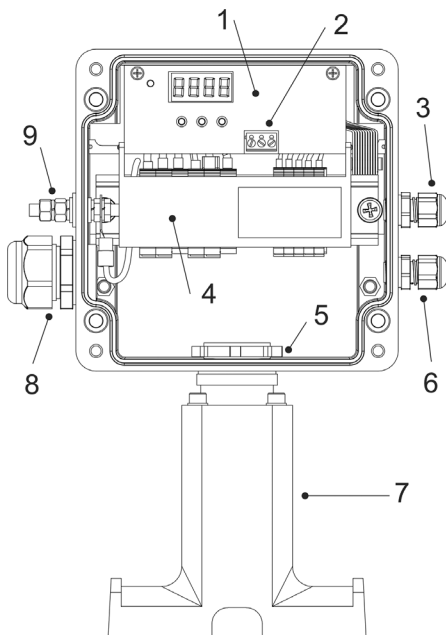
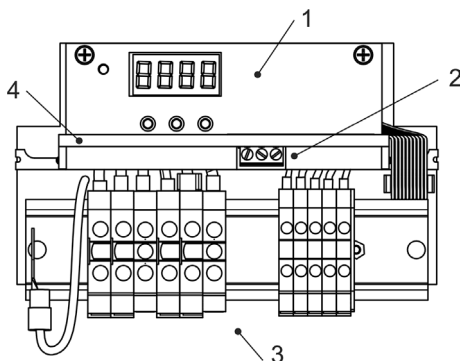
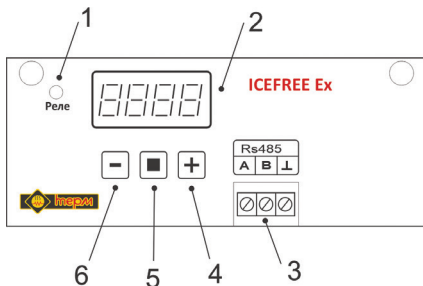
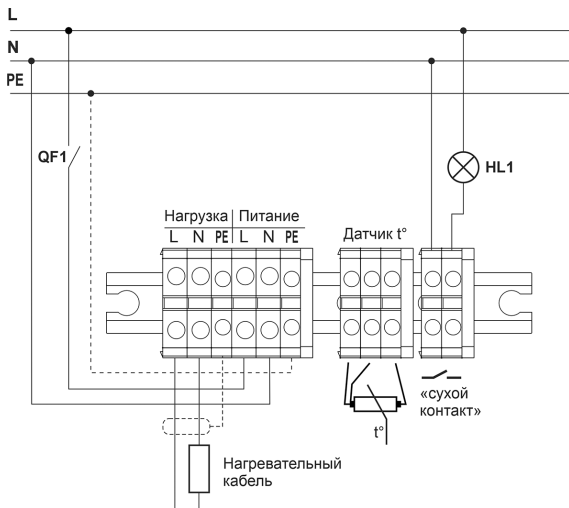

Рисунок 1. Устройство термостата ICEFREE-Ex (МН)
Рисунок 2. Блок управления термостатом ICEFREE-Ex (МН)
Рисунок 3. Панель индикации и управления термостатом ICEFREE-Ex (МН)
Рисунок 5. Схема подключения ICEFREE-Ex (МН)
На рисунке 1 приведено назначение органов управления и разъёмов термостата ICEFREE-Ex (МН). Кабельные вводы для подключения силовых и сигнальных проводов расположены под откидной крышкой панели управления (поз. 4 на рис. 1). Более подробно эта часть прибора – блок управления – показана на рис. 2
Кнопки на панели индикации и управления (поз. 1 на рис. 1 и 2) предназначены для управления термостатом, а светодиод и 4-значный 7-сегментный индикатор – для отображения его состояния. Их назначение показано на рисунке 3.
Группа клеммников «сухой контакт» – это сигнальный выход термостата ICFREE-Ex (MH) для удалённого контроля состояния прибора. Описание сигналов этого выхода приведено в главе 8.1. Электротехнически «сухой контакт» представляет из себя нормально разомкнутый контакт электромагнитного реле с характеристиками, указанными в главе 2. Этот контакт реле ни к чему не подключён внутри термостата – его нужно использовать, как замыкатель сигнальной цепи с индикаторной лампой (см. рис. 5), или как замыкатель сигнальной цепи входного сигнала измерительного или контрольного оборудования.
На рис. 5 приведена полная схема подключения ICEFREE-Ex (МН). Подключение проводов осуществляется к клеммникам на клеммной колодке внутри корпуса прибора (см. гл. 5.2, а также поз. 3 на рис. 2).
HL1 на рис. 5 – это индикаторная лампа для удалённого контроля состояния прибора.
По состоянию индикатора «Реле» (поз. 1 на рис. 3) и показаниям тока на экране (поз. 2 на рис. 3), можно судить об исправности прибора и нагревателя. Если реле включено, а показания тока равны нулю, то возможно вышла из строя нагревательная секция (обрыв), либо неисправно реле (проверяется измерением напряжения на клеммах «Нагрузка»). В этом случае фиксируется ошибка «неисправность нагревателя».
Настройка термостата осуществляется с помощью панели индикации и управления (см. гл. 5.1). Информация отображается на 4-разрядном 7-сегментном экране и светодиоде «Реле» (поз. 2 и 1 на рис. 3), управление осуществляется тремя кнопками (поз. 4-6 на рис. 3).
Удалённое управление термостатом осуществляется с помощью протокола Modbus RTU по интерфейсу RS-485 (клеммы А и В разъёма поз. 2 на рис. 1 и поз. 3 на рис. 3). Интерфейс имеет гальваническую развязку с остальными цепями прибора.